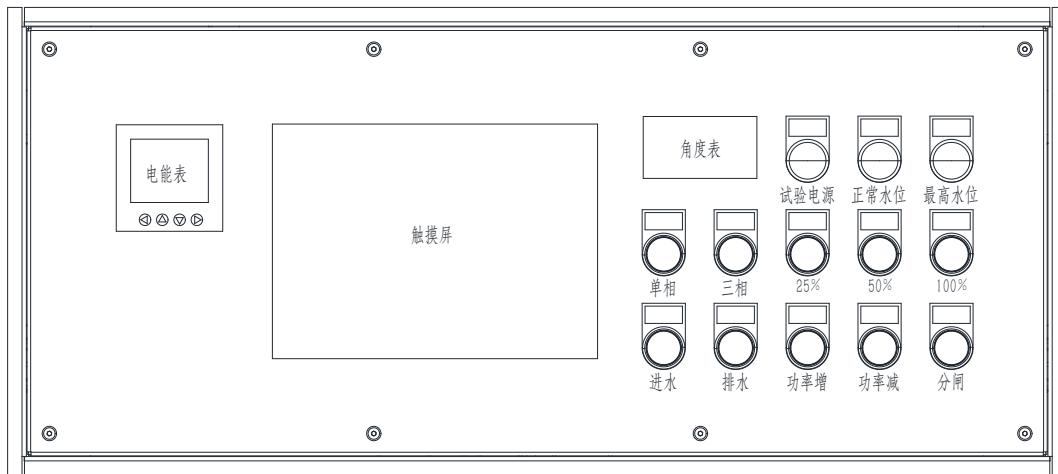
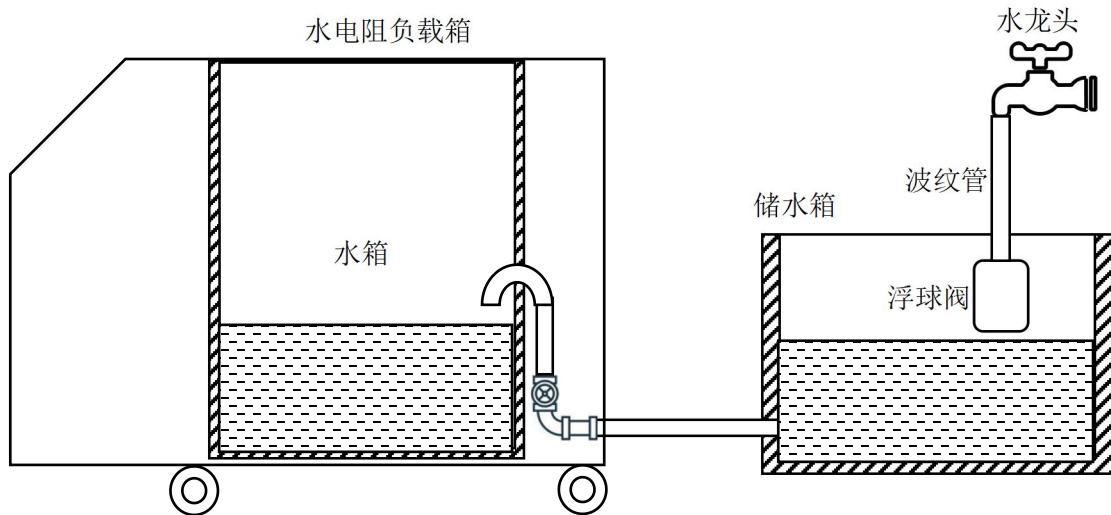

图 7 控制面板图
图 10 供水示意图
控制面板的外观如图 7 所示。各个设备的功能如下：
- (1) 如图 10 所示，自备一个储水箱；用波纹管将浮球阀连接到水龙头上，并调节浮球阀的位置，使其位于储水箱的内部；
- (2) 将钢丝进水管的一端连接到进水口上，另一端浸没在储水箱里；**注意：不要将硅胶排水管当成进水管使用，否则该水管会因为承受不住自吸水泵的负压而变形；**
- (3) 打开水龙头，储水箱内部的水位上升至浮球阀的位置；
- (4) 在图 7 的控制面板上按下进水按钮，进水按钮灯亮、进水泵运转，储水箱里的水被抽入水电阻负载箱内部的水箱中。正常水位指示灯亮之后，进水泵会自动停止。
- (2) 在图 7 的控制面板上按下排水按钮，排水按钮灯亮、排水泵运转。
控制面板的仪表、指示灯和按钮布置如图 7 所示，各个设备的功能可参考第 4 节。